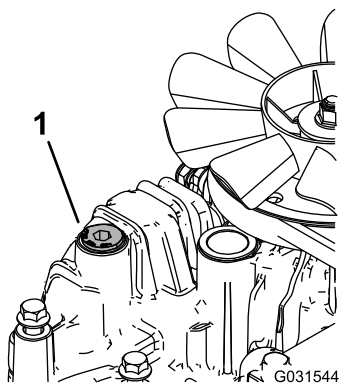

Figura 77
11. Desaperte o tampão de ventilação em cada transmissão para que fique solto e abane (Figura 77).